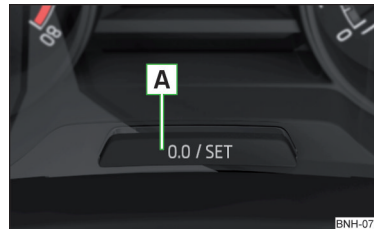

Abb. 35
- › Die Taste **A** » Abb. 35 auf Seite 46 antippen.
- › Die Taste **A** » Abb. 35 gedrückt halten, bis im Display der Menüpunkt **Uhrzeit** angezeigt wird.